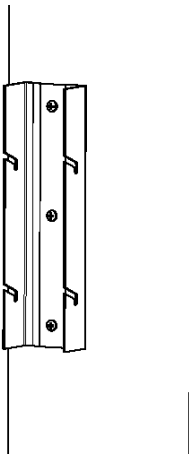

Figure 1
1. Fixer le support au poteau au moyen de vis  $\frac{1}{4}$  - 20 ou de tires-fonds, selon les pratiques de l'entreprise (Figure 1).